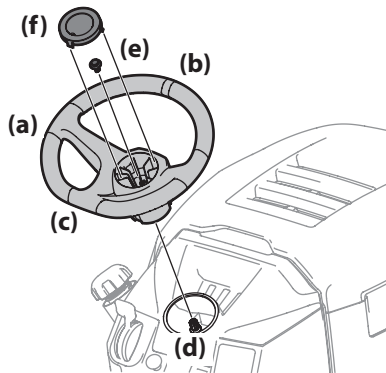

Figura 2-15
1. Con las ruedas del tractor apuntando recto hacia adelante, alinee el volante (a) usando la línea central (b) de la parte delantera del volante (a) que apunta hacia adelante y la sección plana del volante (c) orientada hacia el asiento, coloque el volante (a) sobre el árbol de la dirección (d). Vea la Figura 2-15.